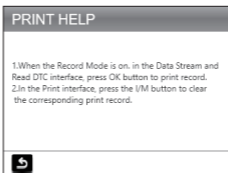

Abbildung 9.1.4
4. Wählen Sie HILFE DRUCKEN (Abbildung 9.1.4) und drücken Sie [OK], um die Anweisungen zum Drucken von Testberichten zu sehen.